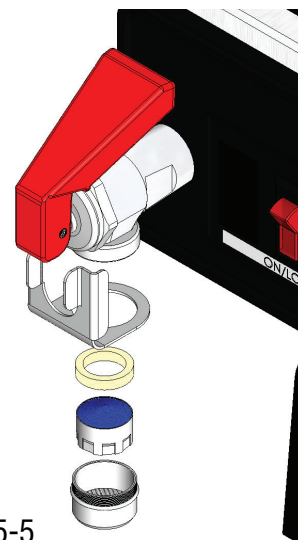

FIG 15-5
4. L'aérateur du robinet peut être enlevé pour être nettoyé. Dévissez l'aérateur (dans le sens antihoraire par le bas) FIG 15-5